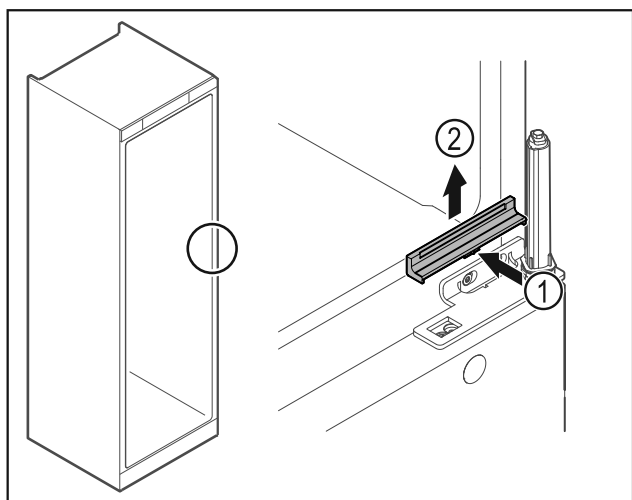

Fig. 26
- ▶ Zľahka zatlačte kryt Fig. 26 (1) v strede a odoberte ho nahor Fig. 26 (2).